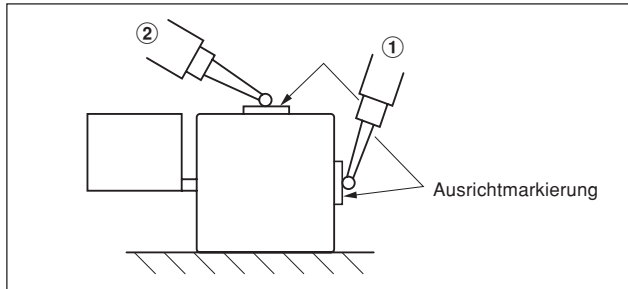

Abb. 3-7 Prüfung der Parallelität zwischen Maßstab und Maschinentischbewegung
Einen Messtaster oder eine Messuhr direkt an der Stelle ansetzen, wo sich die Ausrichtmarkierung (Abb. 3-7, ①) an der Seite des Maßstabs befindet, und prüfen, ob der Maßstab einwandfrei parallel zur Bewegung des Maschinentisches eingebaut ist.
(5) Wenn die vorgeschriebene Parallelität der Maßstab-Einbauhalterung nicht erzielt werden kann
Abstandsstücke unter die Füße legen und den Messtaster oder die Messuhr auf jede Ausrichtmarkierung setzen, wie in ② in Abb. 3-7 gezeigt, um die Parallelität zu messen, und den Unterschied zwischen den Ausrichtmarkierungen auf innerhalb von 0,08 mm ausrichten.